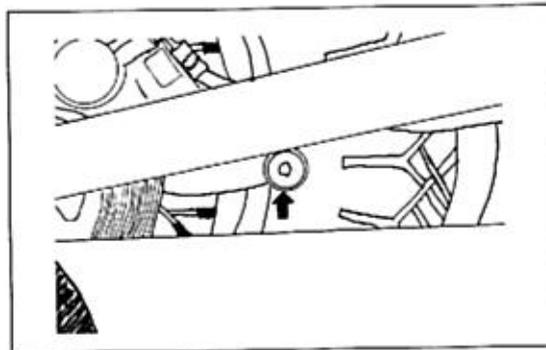

Bild 177
- Befestigungsschraube der Bremssattelabstützung (Bild 177) abnehmen.